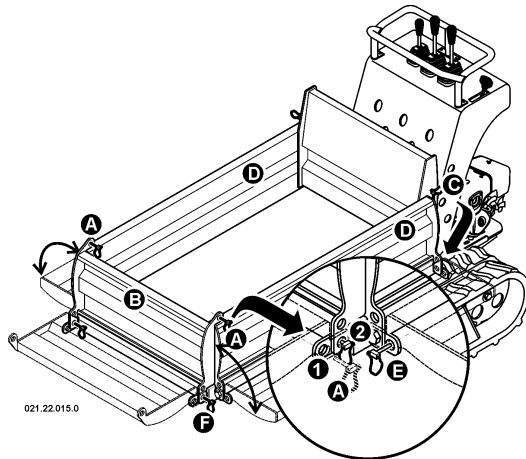

Abb. 33 – Landwirtschaftlicher Container
folgende Hinweise (siehe Abb. 33):
- Bei der Ausführung mit dem **landwirtschaftlichen Container** die Blockierung der Vorderwand "B" durch Herausziehen der Dorne "F" (siehe. Abb. 33) lösen;